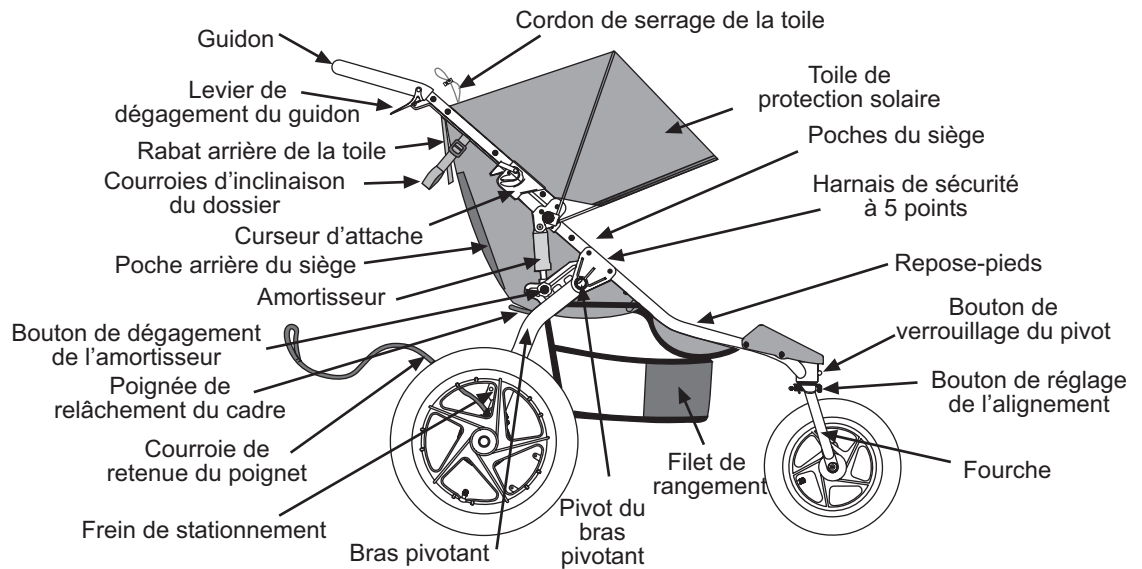

Fig. 1 Description de la poussette BOB Revolution Duallie.
Les diverses parties de la poussette sont illustrées à la figure 1.
10. LA TOILE DE PROTECTION SOLAIRE : La poussette est munie d'une toile de protection solaire à deux positions que l'on peut régler différemment pour chaque siège. Pour ouvrir entièrement la toile, déployez l'armature vers l'avant jusqu'à ce que le tissu soit bien tendu. Le rabat arrière de la toile devra être libéré de son attache velcro afin de fournir une plus grande protection contre le soleil. Pour réduire la taille de la toile de protection, tirez-la en direction du guidon. Le tissu en surplus pourra être ramené en tirant sur les cordons de la toile (Fig. 1) et en serrant l'autobloqueur.